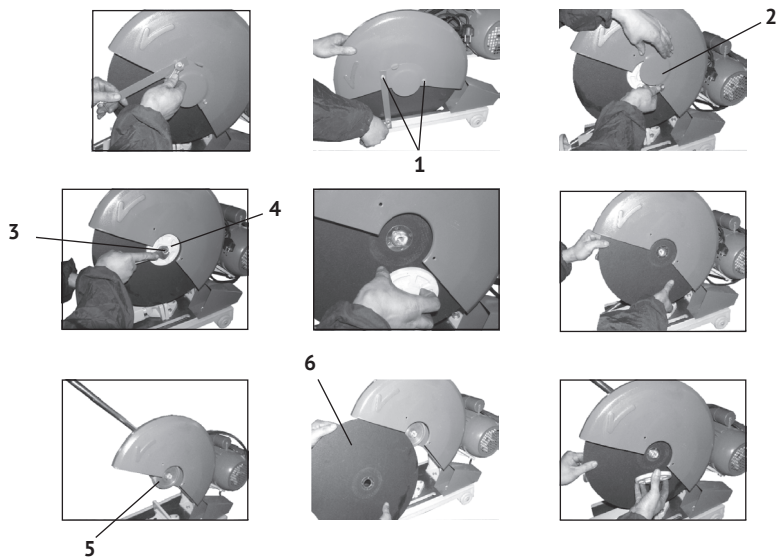

рис.2
2.2.1 Закрепить на шпиндель отрезной диск, соответствующего техническим данным пилы. Для установки (замены) диска необходимо (см. рис.2):
- открутив два винта крепления (рис.2 поз.1), снять крышку кожуха диска (рис.2 поз.2);
- открутить ключом болт крепления диска (рис.2 поз.3);
- снять прижимной фланец (рис.2 поз.4) со шпинделя;
- снять (при замене) со шпинделя использованный отрезной диск (рис.2 поз.6);
- очистить опорный (рис.2 поз.5) и прижимной (рис.2 поз.4) фланцы;